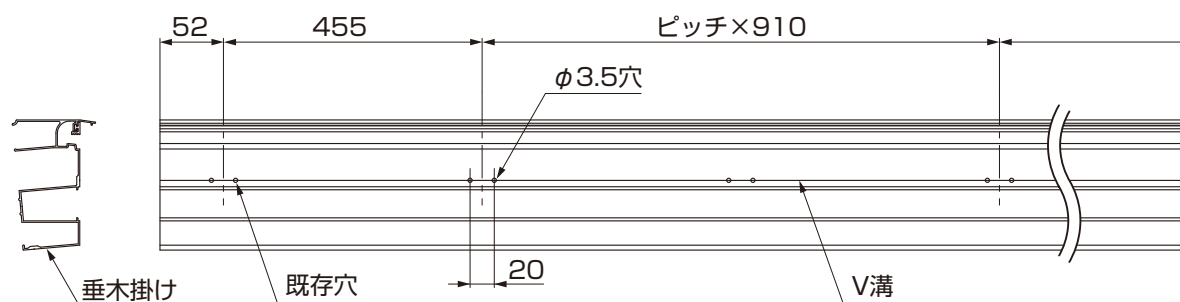

図2-11
- ①垂木掛けにφ3.5の穴加工をしてください。(図2-11参照)
- ②サブ垂木組付金具を垂木掛けに【9-1】で取付けてください。